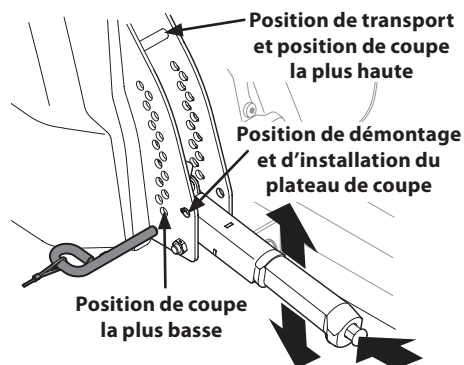

Figure 4-13
- Utilisez le levier de relevage du plateau de coupe pour relever le plateau de coupe à la position qui placera la courroie à la position la plus horizontale entre les poulies de tension et la poulie de la prise de force sous le moteur. Voir Figure 4-13.
- d. À l'aide du levier de relevage, abaissez le plateau de coupe à la position de démontage / d'installation du plateau de coupe. Voir Figure 4-13.
- e. À l'aide du levier de relevage, abaissez le plateau de coupe à la position de démontage / d'installation du plateau de coupe. Voir Figure 4-13.
1. Placez le levier de relevage du plateau de coupe à la position de coupe la plus haute. Voir Figure 4-13.